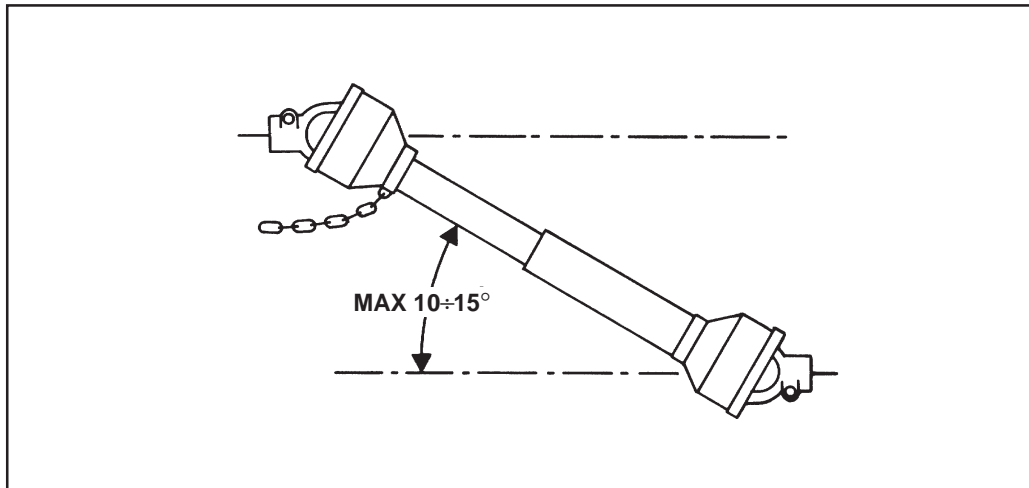

Fig. 9
- 39)** Disinserire, sempre, la presa di forza quando l'albero cardanico fa un angolo troppo aperto (mai oltre i 10÷15 gradi - Fig. 9) e quando non viene usata.
- 39)** *Always disengage the pto when the cardan shaft is set at an excessively open angle (never beyond 10÷15 degrees - Fig. 9) and when it is not in use.*
- 39)** Die Zapfwelle immer ausschalten, wenn die Gelenkwelle einen zu großen Winkel einnimmt (nie über 10÷15 Grad - Abb. 9) und wenn sie nicht gebraucht wird.
- 39)** *Débrayez toujours la prise de force quand l'angle de l'arbre à cardans est trop ouvert (jamais plus de 10÷15 degrés Fig. 9) et lorsque vous ne devez pas l'utiliser.*
- 39)** Desactivar, siempre, la toma de fuerza cuando el árbol cardánico hace un ángulo demasiado abierto (nunca superar los 10÷15 grados - Fig. 9) y cuando no la usamos.